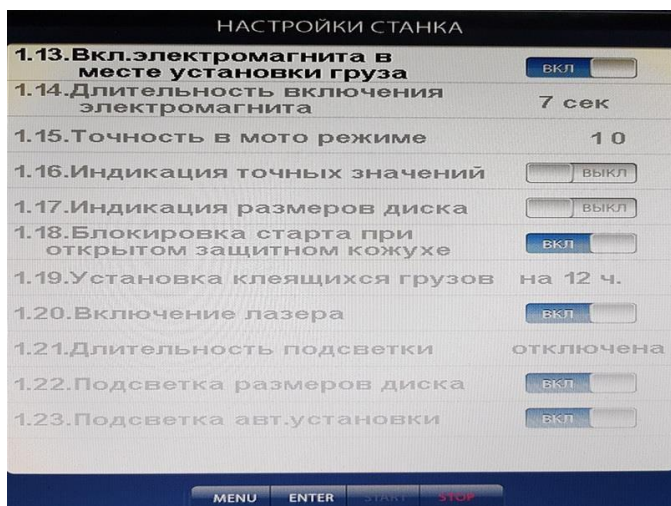

Рис.18.4
18.12. Вторая страница настроек (рис.18.4.). Переключение страниц